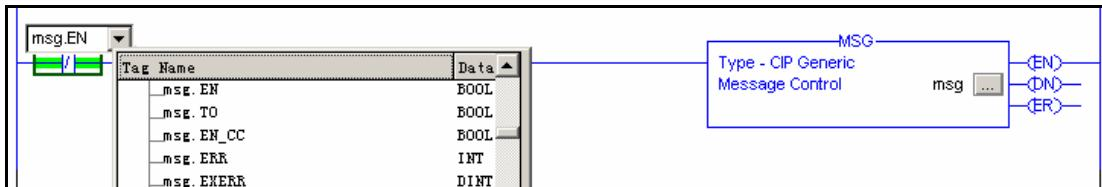

图 3-97 设置 XIO 标签
39. 添加 XIO 指令，双击问号，选择标签 msg.EN ( MSG 使能位 )，如图 3-97 所示。